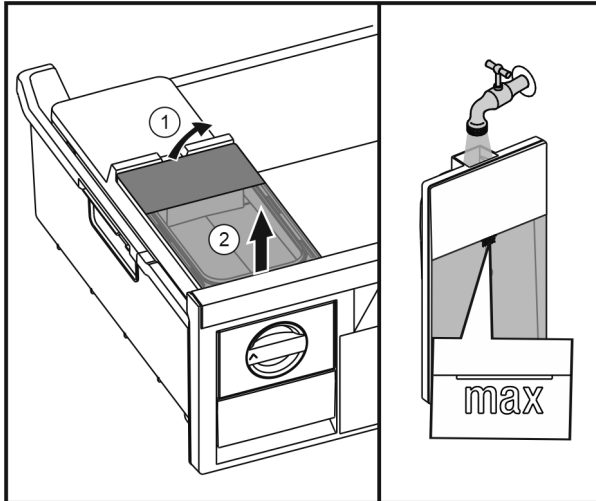

Fig. 28
- Soulever le réservoir d'eau depuis l'arrière Fig. 28 (1) et l'enlever vers le haut Fig. 28 (2).